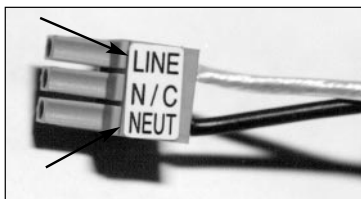

Figura 17 Conector de alimentación
- Desenchufe el conector (FIGURA 17) de la caja posterior.